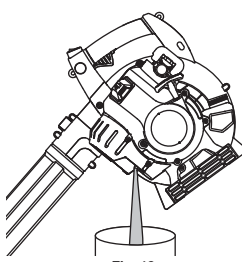

Fig. 19
- Vierta el aceite fuera del orificio de llenado de aceite en un recipiente inclinando la unidad hasta una posición vertical (Fig. 19). Deje suficiente tiempo como para completar el drenaje.